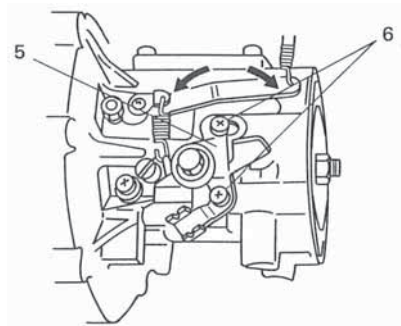

Fig. 23C
- b. To adjust governor, loosen screws (6) which holds control lever assembly (5) to crankcase and move the assembly left or right to obtain the maximum speed of 6500 rpm (Moving control lever assembly to left gives higher rpm and moving to right, lower rpm)(Fig.23C)
- b. Pour régler le régulateur, desserrer les vis (6) qui maintiennent l'assemblage du levier de commande (5) à la boîte d'engranages et déplacer l'assemblage vers la gauche ou la droite pour obtenir la vitesse maximale de 6500 tours/minute. (Le fait de déplacer l'assemblage du levier de commande vers la gauche permet d'augmenter le nombre de tours et inversement le fait de le déplacer vers la droite permet de le diminuer)(Fig. 23C)
- b. Zum Einstellen des Reglers, die Schrauben (6), mit denen die Reglerhebeleinheit (5) am Kurbelgehäuse befestigt ist, lösen, und die Kurbelgehäuseeinheit nach links bzw. rechts drehen, bis die maximale Drehzahl von 6500 min⁻¹ erreicht ist. (Drehen nach links erhöht, Drehen nach rechts verringert die Drehzahl), (Fig 23C).
- b. Para ajustar el regulador, deberán aflojarse los tornillos (6) que sujeta el conjunto de la palanca de control (5) en el cárter y mover el conjunto a la izquierda o derecha para obtener la velocidad máxime de 6500 rpm (Moviendo la palanca de control a la izquierda aumentan las revoluciones y moviendo a la derecha bajan las revoluciones.)(Fig.23C)
- b. För justering av regulatorn skall du lossa skruvorna (6) som fasthåller stypaksenheten (5) på vevhuset och sedan skjuta enheten åt höger eller vänster tills du erhåller det maximala varvtalet på 6500 rpm. (Skjut styrspaken åt vänster, så att varvtalet ökas. Skjut den åt höger, så att varvtalet minskas.) (Fig. 23C)